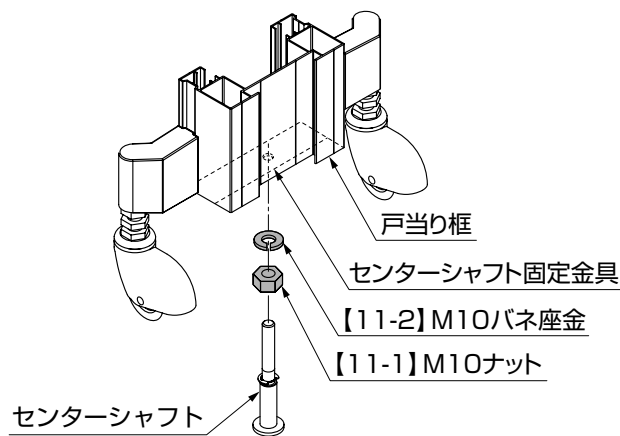

図11-7
- ①戸当り框部の下の「センターシャフト固定金具」に、【11-1】および【11-2】を組付けたセンターシャフトを仮組みしてください。(図11-7参照)